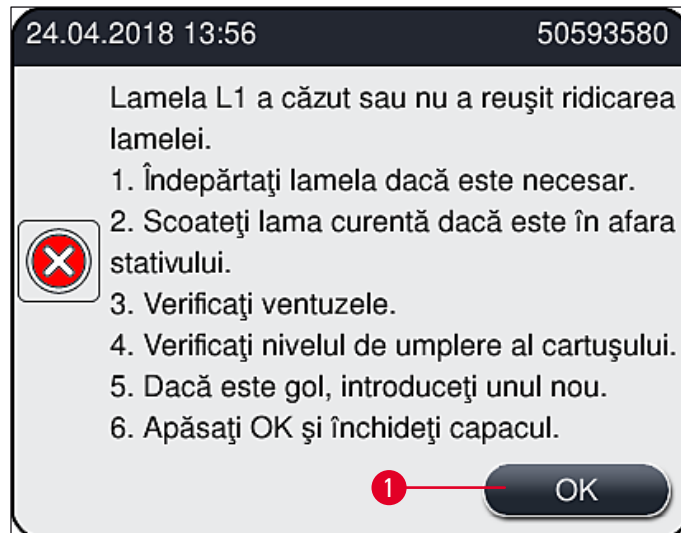

Fig. 109
În cazul în care **Modulul de preluare și poziționare** pierde o lamelă în timpul transportului către o lamă sau **Modulul de preluare și poziționare** nu poate îndepărta o lamelă din cartușul lamelă după 3 încercări, utilizatorul este informat în acest sens printr-un mesaj de eroare (→ Fig. 109).
- ❗ Dacă este afișat acest mesaj (→ Fig. 109), utilizatorul va trebui mai întâi să verifice dacă a fost pierdută o lamelă în timpul transportului către lamă sau dacă **Modulul de preluare și poziționare** nu a reușit să preia o lamelă din cartușul lamelă.